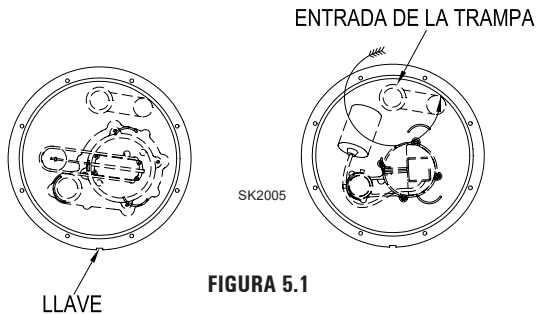

FIGURA 5.1
5.1) Coloque la bomba en el estanque como se muestra en la figura 5.1.
NOTA: Si instala la trampa interna, gire la tubería de aspiración en la orientación que se muestra en la figura 5.1.